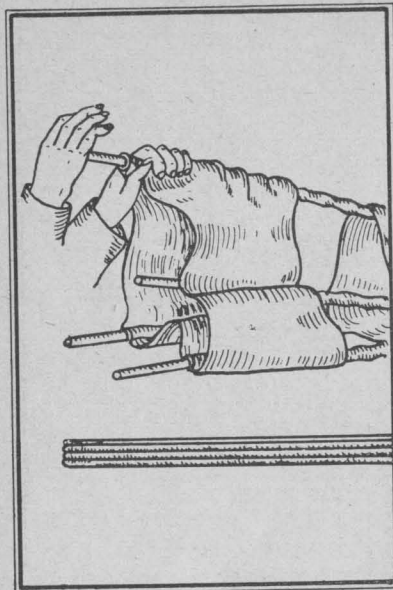

Abb. 16. Drachen: Zusammenfügen der geteilten Längsstäbe
c) Einstecken der Längsstäbe in ihre Röhrcn und völliges Einschleiben in den Saum. Dabei ist zu beachten, daß sich die T-Röhrcn beim Einschleiben des Stabes nicht verschieben. Nötigenfalls müssen dieselben beim Durchschieben des Stabes gehalten werden (s. Abb. 16).